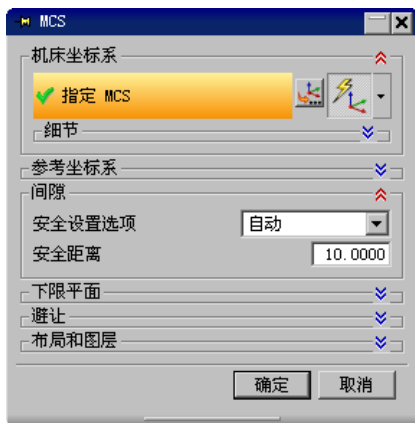

图 4.2.4 “MCS”对话框
(2) 在“创建几何体”对话框 **类型** 下拉列表中选择 **mill_contour** 选项, 在 **几何体子类型** 区域中选择 **MCS**, 在 **几何体** 下拉列表中选择 **GEOMETRY** 选项, **名称** 文本框中采取系统默认名称 MCS。
(3) 单击“创建几何体”对话框中的 **确定** 按钮, 系统弹出图 4.2.4 所示“MCS”对话框。